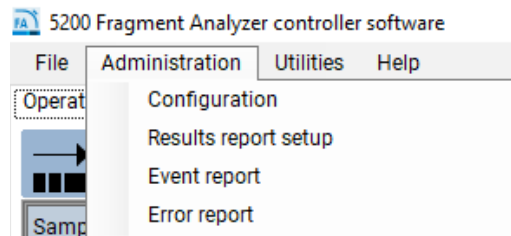

Abbildung 88 Das Administrator-Menü
- 1 Wählen Sie aus dem Dropdown-Menü **Administration** (Verwaltung) die Option **Results Report Setup** (Konfiguration von Ergebnisberichten) (**Abbildung 88**).